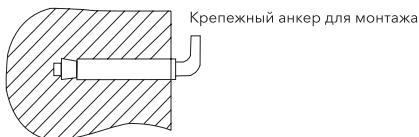

Рис. 4
2. После выбора места монтажа определите места под два крепежных болта с крюками (в зависимости от спецификаций выбранного изделия). Прodelайте в стене два отверстия необходимой глубины с помощью сверла размером, соответствующим размеру крепежных болтов, вставьте винты, поверните крюк вверх, плотно затяните гайки, а затем установите на него электрический водонагреватель (см. рис. 4).